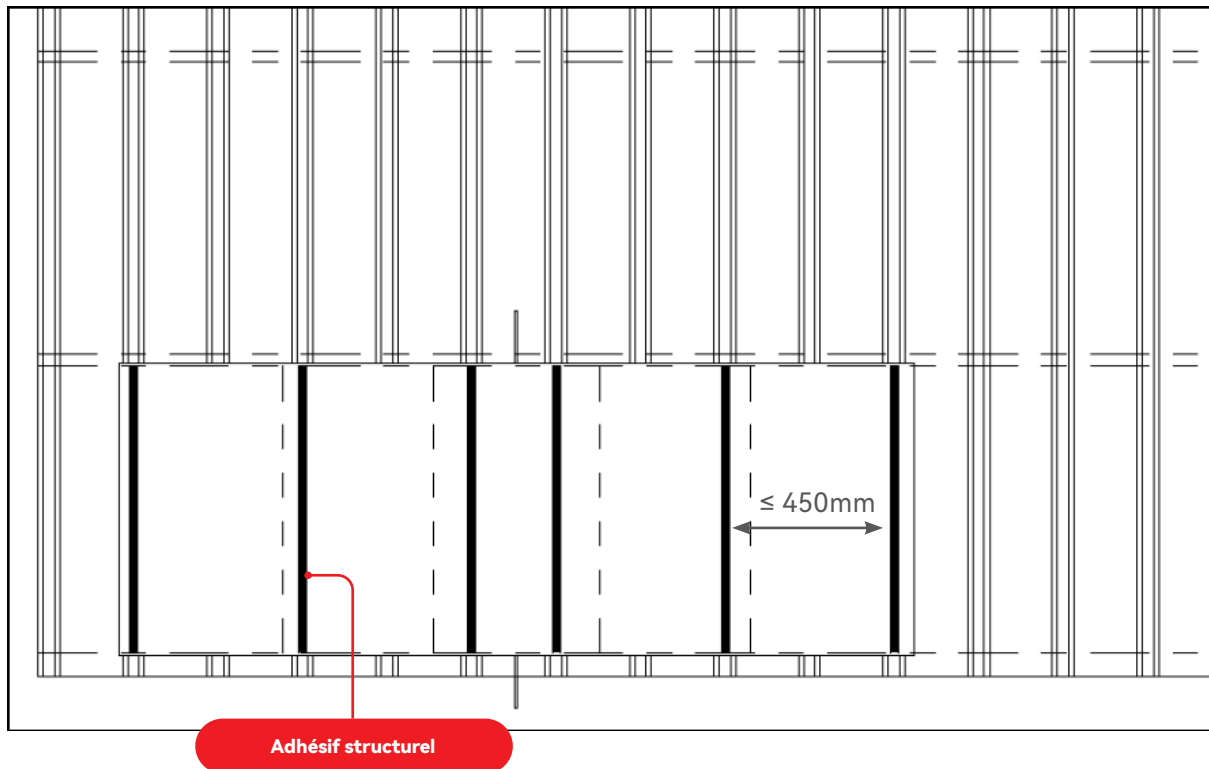

FIGURE 2
① Les produits Galaxy Plus sont fixés à la dalle en acier coloré par un adhésif structurel, qui doit répondre aux exigences en matière de résistance de l'adhésif et passer les tests de fiabilité. Chaque produit doit être équipé d'au moins 6 bandes d'adhésif structurel au dos (comme indiqué dans la figure 2) et l'espacement entre chaque bande d'adhésif structurel doit être aussi régulier que possible. La distance entre deux bandes d'adhésif structurel ne doit pas être supérieure à 450 mm